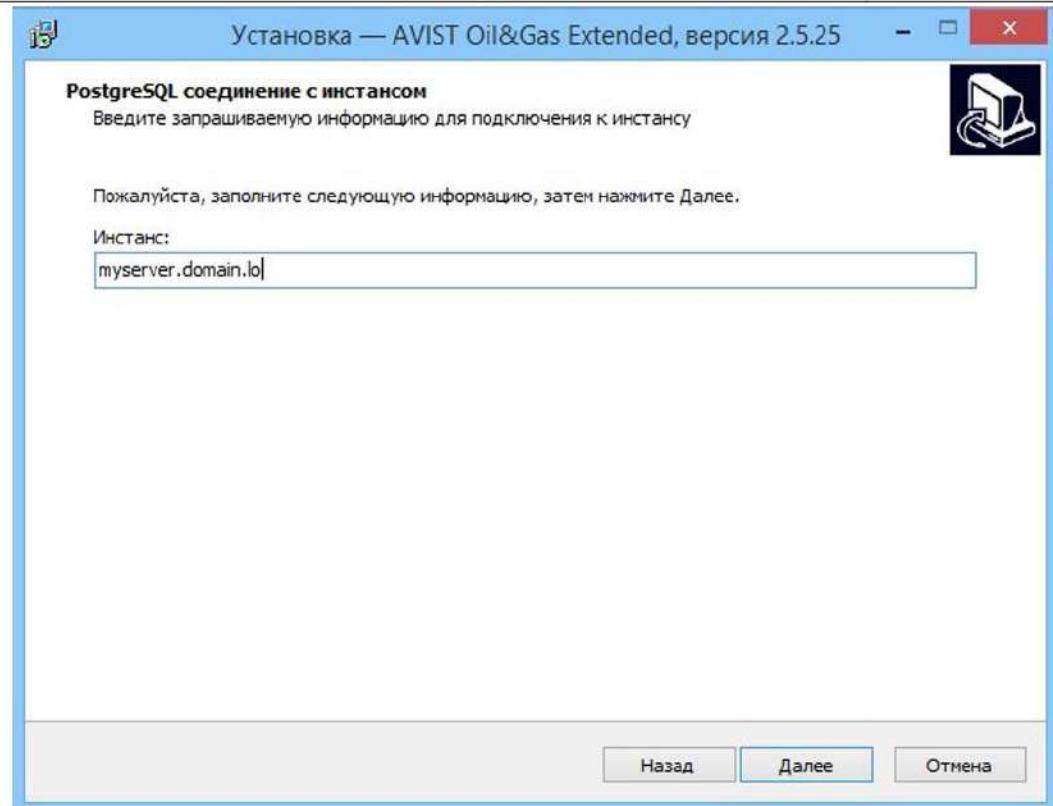

Рисунок 54 - Стока подключения к инстансу Станции моделирования
- 9) Заполнить строку подключения к инстансу Станции моделирования, нажать кнопку «Далее» (Рисунок 54).